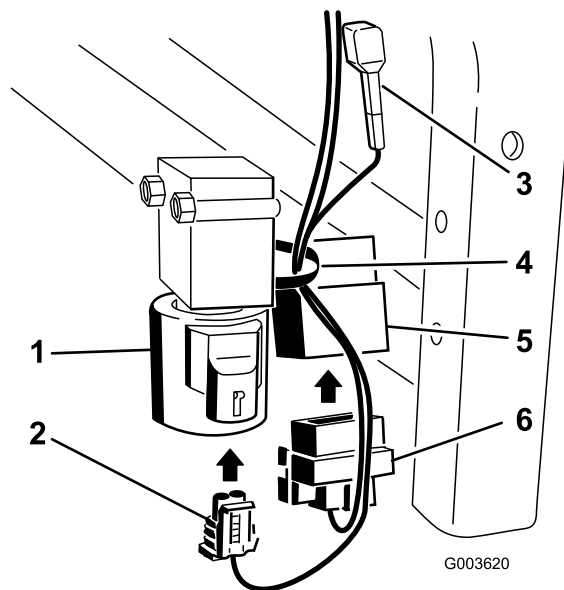

図 36
8. バルブの隣に取り付けたリレーにコネクタを接続する図 36。
9. 小さいコネクタをバルブに接続する図 36。